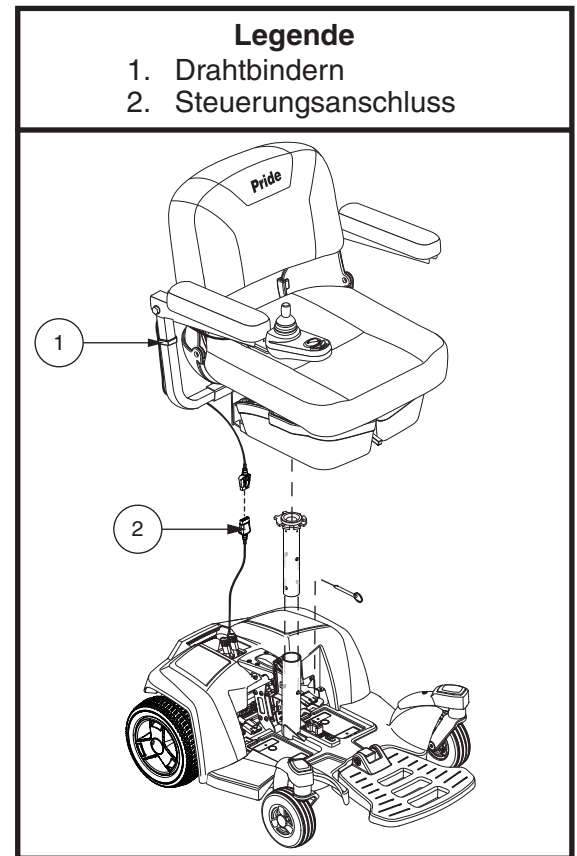

Abb. 5. Sitzeinbau
2. Plazieren Sie den Sitz auf der Sitzstütze. **Siehe Abb. 5.**
7. Wenn gewünscht, das Steuergerätekabel mit den Drahtbindern an der Armlehnenaufnahme sichern. **Siehe Abb. 5.**
**Siehe Abb. 5.**